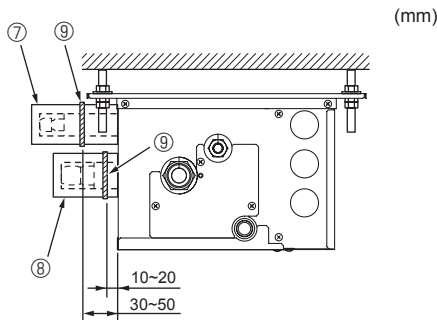

Fig. 7-5
- Ⓕ Sangle ⑨
- Ⓖ Cache-tuyaux ③ ④ ⑤ ⑥
► Appliquer les procédures suivantes aux composants du boîtier de dérivation qui ne sont pas raccordés à un appareil intérieur. (Fig. 7-5)
- (1) Afin d'éviter toute fuite de réfrigérant, veiller à serrer les raccords coniques conformément aux couples de serrage indiqués\* dans le Tableau 3.